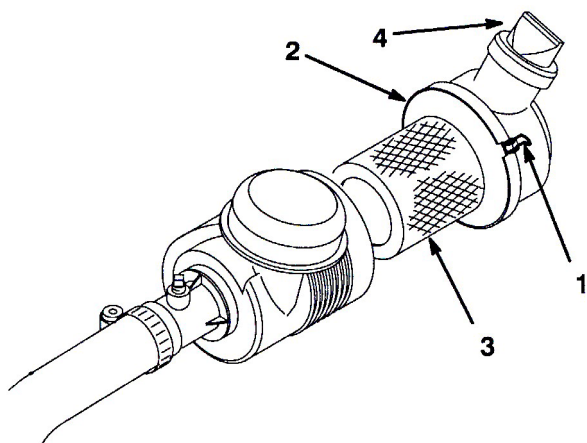

図44
1. エア・クリーナのカバーをボディーに固定しているラッチを外す(図44)。
6. カバーを取り付け、ラッチを掛ける(図44)。